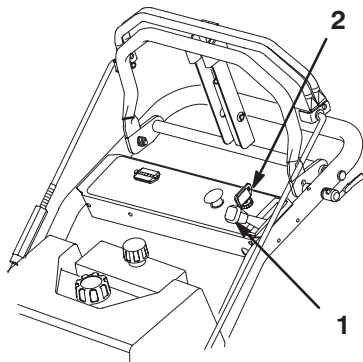

Bild 10
1. Stellen Sie den Gasbedienungshebel auf Langsam (Bild 10).
2. Drehen Sie den Zündschlüssel in die Aus-Stellung (Bild 10).